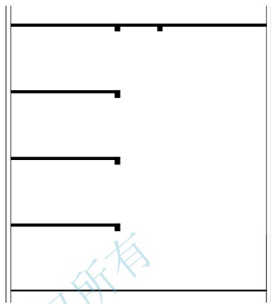

图 4.92 修整屋面板
(6) 用【延伸】命令将屋面板延伸至①轴线外墙处, 并复制生成屋面板下部另一根梁, 两根梁的间距为 2100mm, 结果如图 4.92 所示。